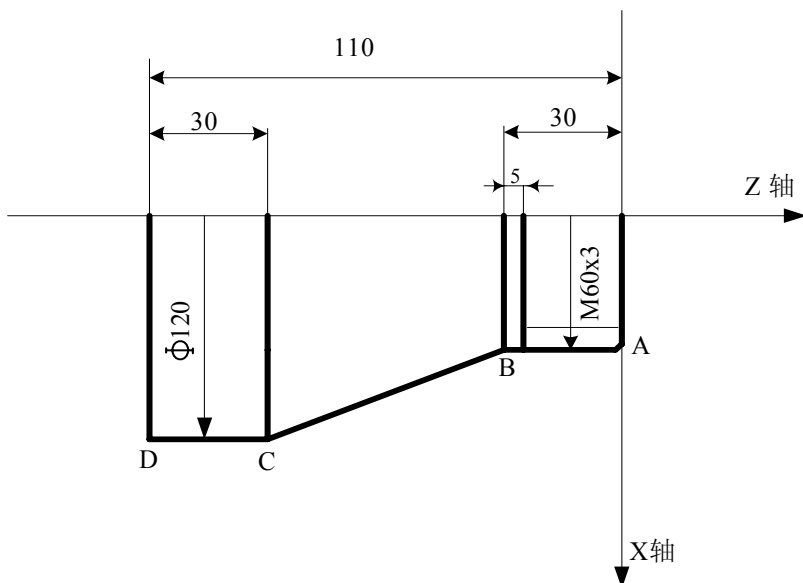

图 3-3-3-3
- 例：先用G90代码编写图3-3-3-3零件程序，再用G92代码加工螺纹。